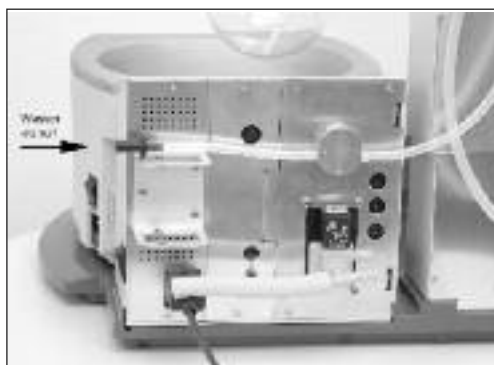
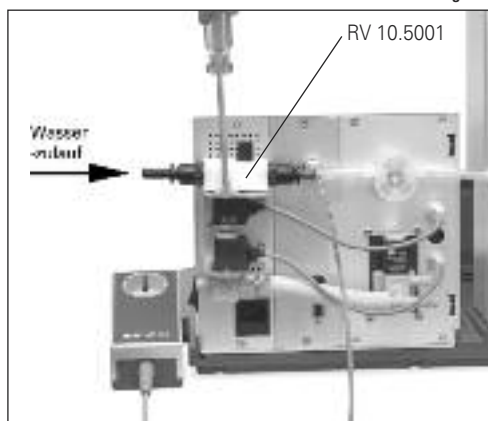

Fig. 16a
Fig. 16b
- ☞ Schließen Sie den Wasserzulauf an Ihre Wasserversorgung an (Fig. 16a; Fig. 16b mit optionalem Drosselventil Wasser RV10.5001). Beachten Sie die technischen Daten zur Wasserversorgung. Das Drosselventil Wasser RV10.5001 ist nicht geeignet für den Betrieb am Kühlaggregat, da der Durchfluss zu stark reduziert wird.